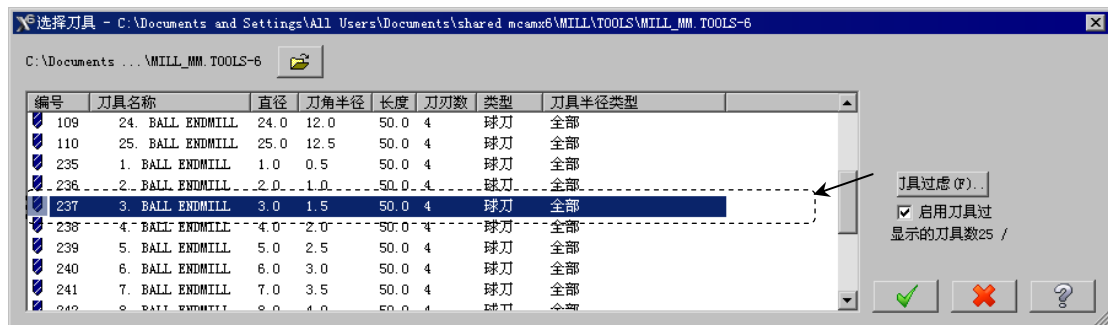

图 20.41 “选择刀具”对话框
Step4. 选择刀具。在“曲面残料粗加工”对话框中单击 **选择刀库** 按钮，系统弹出“选择刀具”对话框，在该对话框的列表框中选择图 20.41 所示的刀具。单击  按钮，关闭“选择刀具”对话框，系统返回至“曲面残料粗加工”对话框。